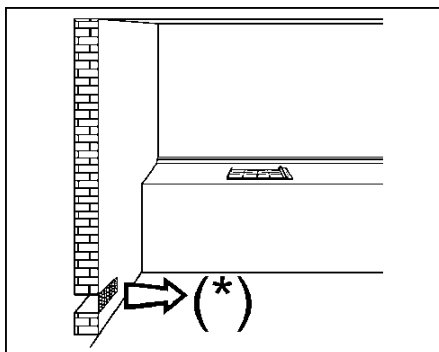
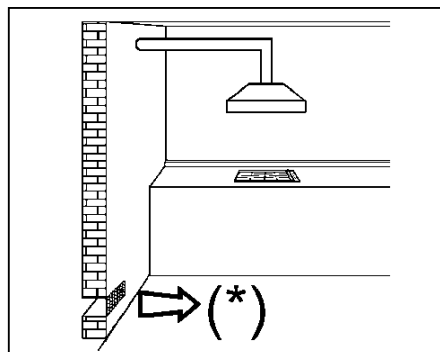
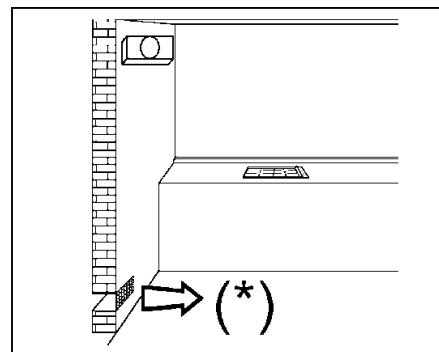

FIG. 3
FIG. 4
FIG. 5
- l'utilisation d'un appareil de cuisson au gaz produit de la chaleur et de l'humidité dans la pièce où il est installé. Il est donc nécessaire d'assurer une bonne aération de la pièce en veillant à ne pas obstruer les ouvertures pour la ventilation naturelle (fig. 3) et en mettant en marche le dispositif mécanique d'aération (hotte aspirante ou électro-ventilateur fig. 4 et fig. 5).